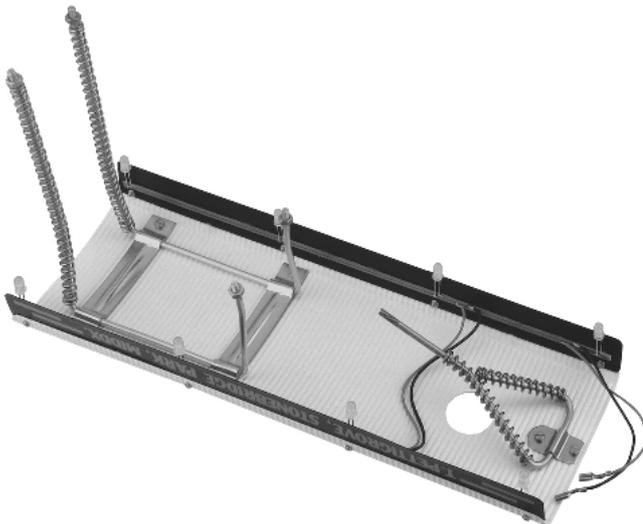

Bild 39
1. Die Federspiralen (117 + 118) über die Dachhalterung klein (121) schieben (siehe Bild 39). Die Dachhalterung klein (121) mit der Dachklammer klein (120) befestigen. Die Dachklammer klein (120) mit den beiden Schrauben (25) M3 x 6 und Hutmuttern (102) festschrauben.
2. Die Dachhalterungen rechts + links (122 + 123) mit den beiden großen Dachklammern (119), den beiden Schrauben (25) M3 x 6 und Hutmuttern (102) am Dach befestigen.
3. Die beiden Federspiralen (116) über die langen Enden der Dachhalterung (122 + 123) schieben und mit einer M4 Mutter (47) sichern (siehe Bild 39).
Die Lichtleiste (125) auf die Innenseite des Dachseitenteiles (124) kleben. Kabelführung siehe Bild 39.